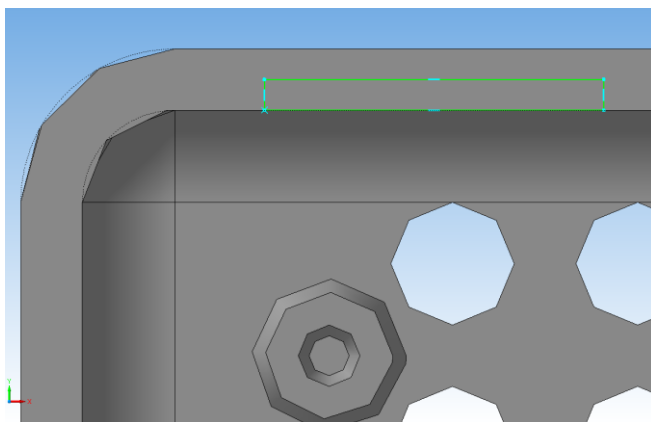

Рис. 3.1. Эскиз
1. Для выполнения выреза кинематической операции необходимо вначале выполнить небольшой участок. Для этого надо на торце детали выполнить эскиз прямоугольника высотой 1 мм и произвольной шириной, который начинается строго от нижней части торца (рис. 3.1).